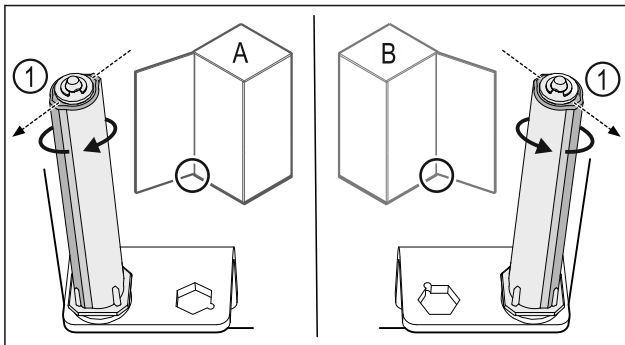

Fig. 36 Links scharnierend (A) / rechts scharnierend (B)
- Sluitsysteem tegen de weerstand in draaien tot het schot van het sluitsysteem Fig. 36 (1) naar buiten wijst.